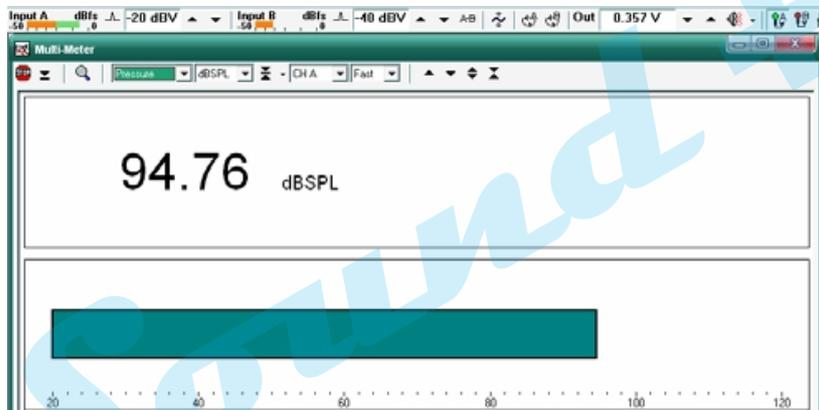

图9-11
快捷图标进入MLS&LogChirp 测量面板如图9-11，按 Go 键完成该被测试扬声器的频率响应测试。
3) 从图9-11 测量出的频率响应，不难发现测试房间并非消声室且中低频存在着反射干扰。之前已经介绍过MLS 模式是通过输入一脉冲信号到被测量系统，通过变换输出一等效脉冲信号进行FFT 运算得到被测量系统频率响应。所以为了获得真实的扬声器频率响应，需要进入到时域面板选择有用的脉冲信号进行FFT 运算。